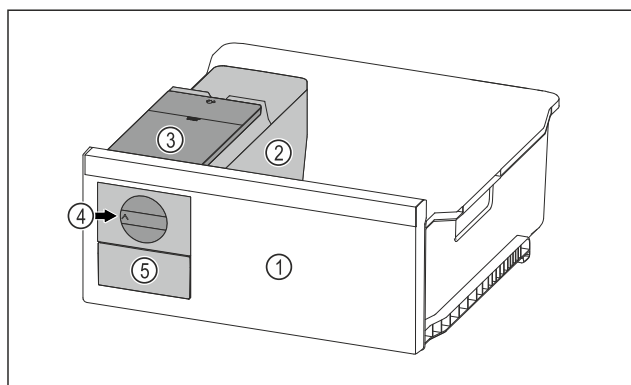

Fig. 96 Príklad zobrazenia
- Otočný gombík Fig. 96 (4) otočte v smere hodinových ručičiek až na doraz.
- Kocky ľadu vypadávajú z misky na kocky ľadu do zásuvky na kocky ľadu Fig. 96 (5).